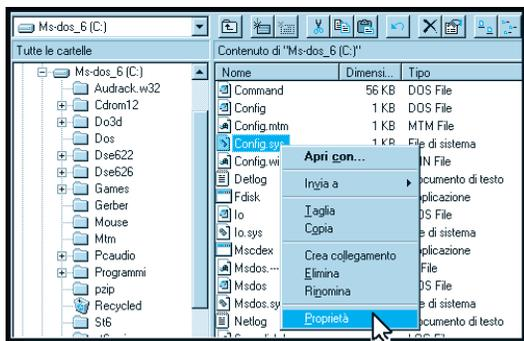
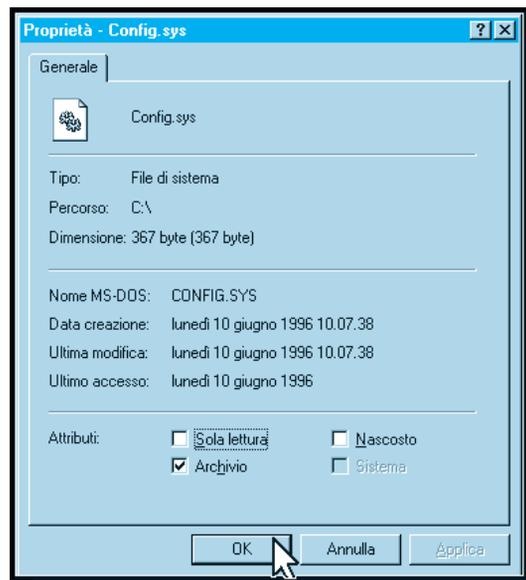
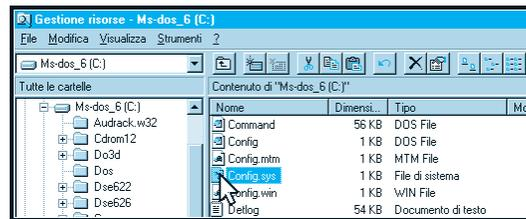

Fig. 6
Fig. 7
Fig. 8
– Nel menu che appare cliccate sulla scritta **Proprietà** (vedi fig.6) e quando appare la finestra di dialogo visibile in fig.7 controllate che **non** siano selezionate le opzioni **solo lettura** e **nascosto**, nel qual caso cliccate nelle rispettive caselle per togliere la selezione.
– Dopo questa verifica cliccate su **OK** (vedi fig.7) per tornare al file **CONFIG.SYS** (vedi fig.8) che sarà ancora selezionato e cliccate **due volte** ma con il tasto **sinistro** del Mouse.